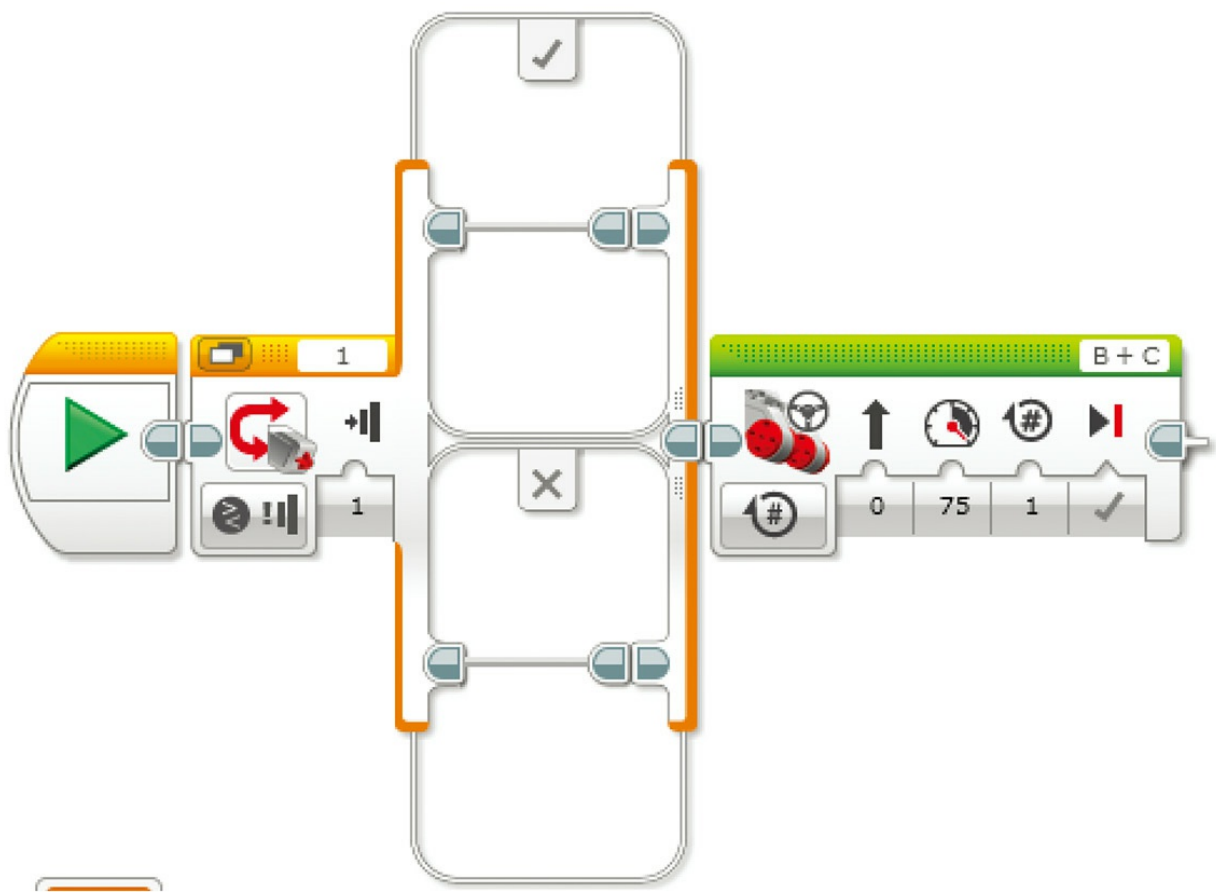

图7.33 扩张的切换模块
2. 移除光线传感器模块，这需要通过单击它并按“Delete”键实现。你可能注意到，当你拖曳切换模块到画布时，它扩大很多并且给你两个选择：一个是“√”，另一个是“×”，如图7.33所示。